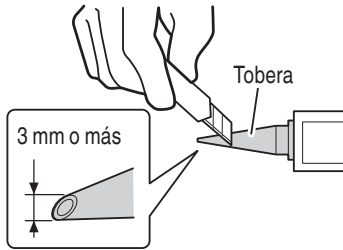

Fig. 17
- (1) Corte la punta de la tobera en ángulo. (Fig. 17)